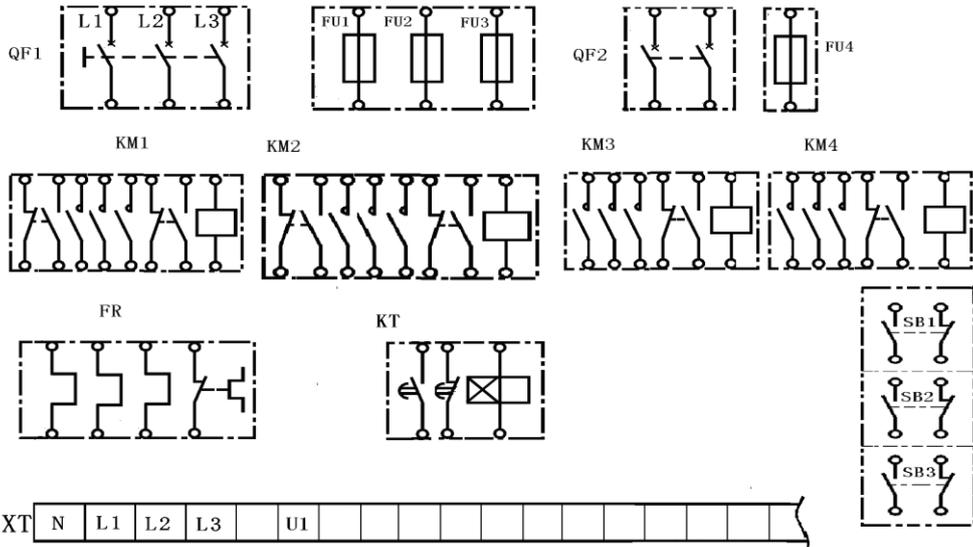

图 2-B2 电路接线图
- ②SB3↓使 (KM1□ /KM2□) 线圈得电→其辅助动闭触点接通→使 (KM1□ /KM2□ /KM3□ /KM4□) 线圈得电，电机 (正□/反□) 向，Y□/Δ □型运行。
- ③当时间继电器时间延时到→其动断触头断开→使 (KM1□ /KM2□ /KM3□ /KM4□) 线圈失电→其动合触头接通→(KM1□ /KM2□ /KM3□ /KM4□) 线圈得电，电机反向Δ型运行。
2.根据电路原理图已标的线号，请在接线图 2-B2 上完成端子排 XT、按钮 SB 的标号（不要连线）。（15 分）（每漏或错标 1 个少 1 分）